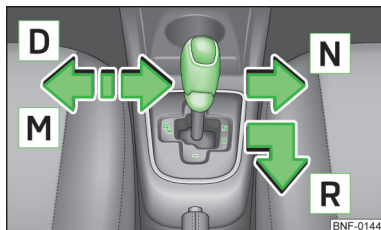

Fig. 81
Cu maneta selectorului de viteze se pot selecta următoarele regimuri » fig. 81.
- Apăsăți maneta selectorului de viteze n poziția amortizată, n sensul săgeții, n spre stnga » fig. 81 la pagina 81 și selectați poziția D.